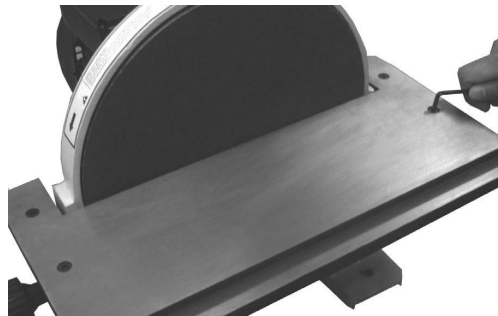

Fig. 04
3. Siempre mantenga una fenda de aproximadamente 1/16" entre la borda de la mesa y el disco. Se fuere necesario ajuste, suelte los cuatro tornillos (fig. 04) y mueva la mesa para la posición correcta.